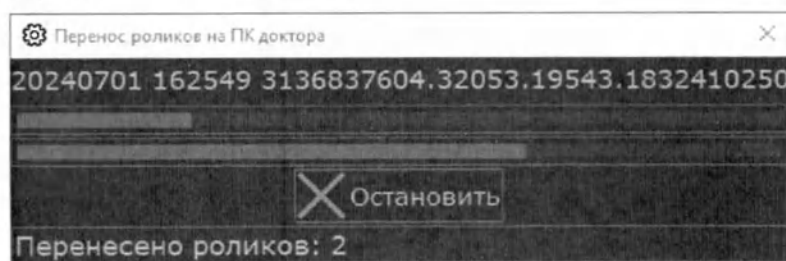

Рис. 82 Внешний вид информационного окна "Перенос роликов на ПК доктора"
- Появится окно прогресса передачи данных (Рис. 82 Внешний вид информационного окна "Перенос роликов на ПК доктора")